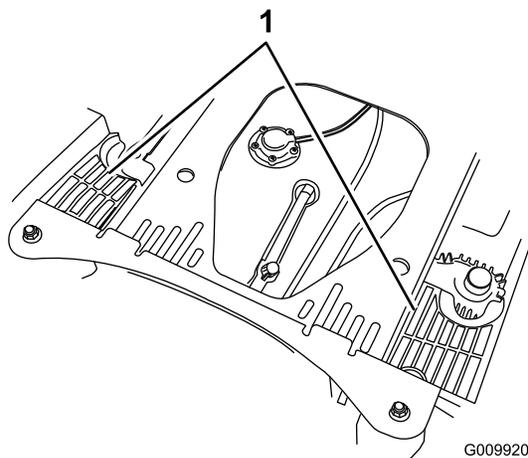

**Figure 77**
Avant chaque utilisation, enlevez l'herbe, les saletés et autres débris éventuellement accumulés sur la grille du moteur. Cela permet d'assurer un refroidissement et un régime moteur corrects, et réduit les risques de surchauffe et de dégâts mécaniques du moteur (Figure 77).
3. Retirez la grille d'entrée d'air, le lanceur et le boîtier du ventilateur (Figure 77).
5. Remettez la grille d'entrée d'air, le lanceur et le boîtier du ventilateur (Figure 77).